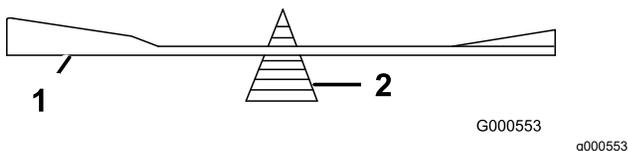

Figura 18
2. Controllate l'equilibrio della lama posizionandola su un bilanciatore (Figura 18).